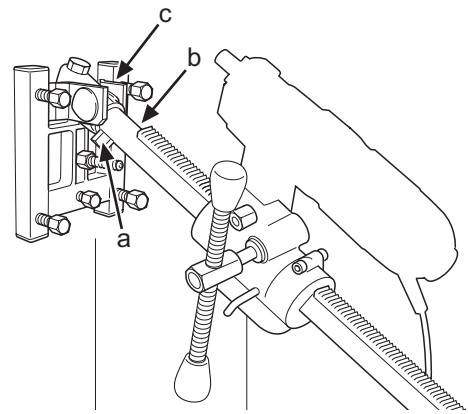

Fig. 12
2. Borrpelaren monteras på fotplattans vinkelfäste. Skruva åt de två låsskruvarna (a och b) med 24 mm nyckel. (Fig. 12). Matarhuset vänds 180° och återmonteras på borrpelaren. Borrmaskinen återmonteras i snabbfästet.
3. Ställ in önskad borrarvinkel med mutter (c) (Fig. 12) med 30 mm nyckel.
2. Bore søjlen monteres på fodpladens vinkelbeslag. Spænd de to låseskruer (a og b) med en 24-mm-nøgle. (Fig. 12). Fremføringshuset vendes 180° og genmonteres på bore søjlen. Boremaskinen genmonteres i lynkoblingen.
3. Indstil den ønskede borevinkel med møtrikken (c) (Fig. 12) ved hjælp af en 30-mm-nøgle.
2. Borsøylen monteres på festeplatens vinkelfeste. Skru til de to låseskruene (a og b) med 24 mm nøkkel. (Fig. 12). Materhuset vendes 180° og monteres på borsøylen igjen. Bormaskinen monteres tilbake i hurtigfestet.
3. Still inn ønsket borrarvinkel med mutter (c) (Fig. 12) med 30 mm nøkkel.